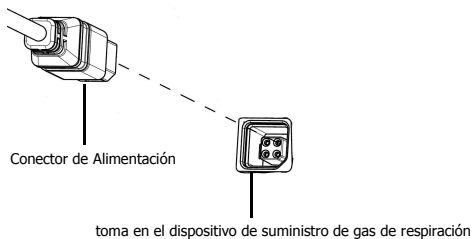

Fig. 2
- (1) Desembale y saque el producto.
- (2) Conecte el conector del dispositivo de suministro de gas respirable del LH1 Tube y el dispositivo de suministro de gas de respiración.
- (3) Conecte el conector de alimentación del LH1 Tube y el enchufe del dispositivo de suministro de gas de respiración como se muestra en la Fig. 2.